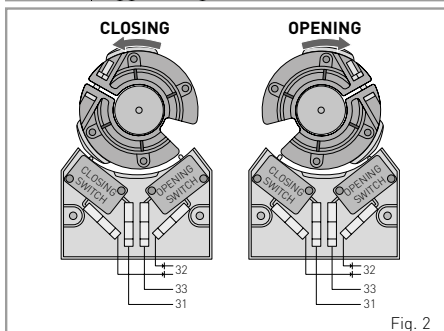
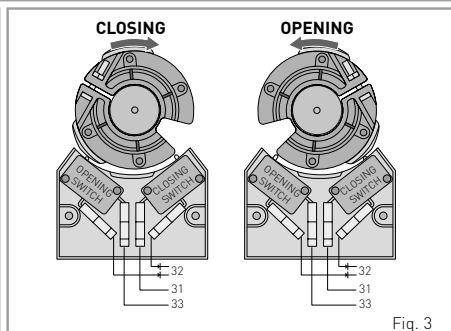

Fig. 2
Fig. 3
- Collegare i finecorsa come indicato in fig. 2 (se il motore apre girando in senso orario), oppure in fig. 3 (se il motore apre girando in senso antiorario)